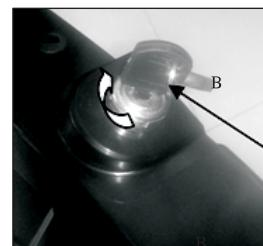

Fig. 2C B. clé
C) Pour le démarrage électrique : Insérez la clé, puis tournez vers le sens positif dans le sens horaire pour l'allumage électronique. (Figure 2C)